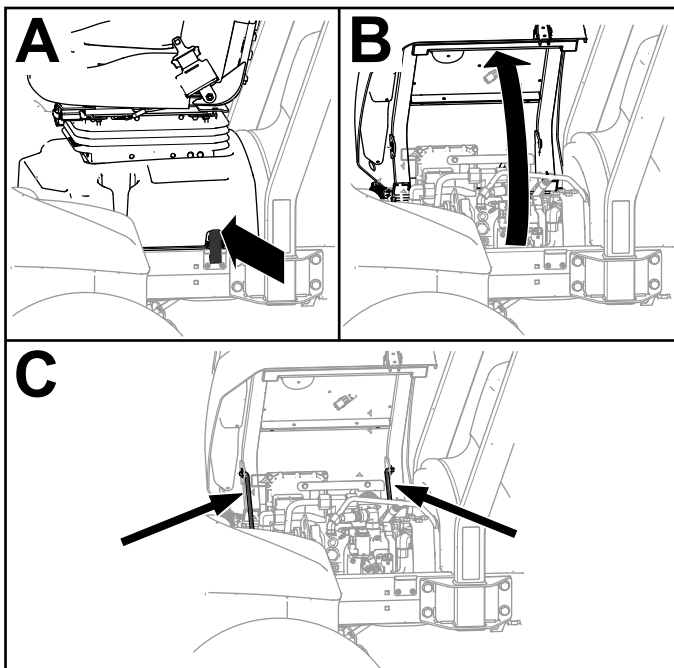

Figura 69
1. Desenganche la base del asiento (Figura 69, A).
2. Incline el asiento y la base (Figura 69, B).
3. Coloque las varillas de sujeción (Figura 69, C).